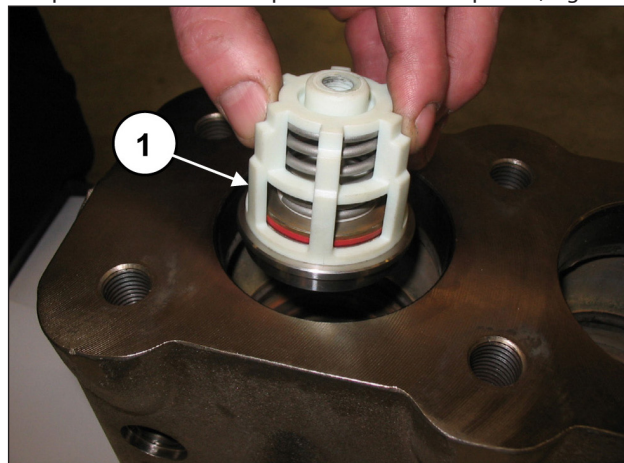
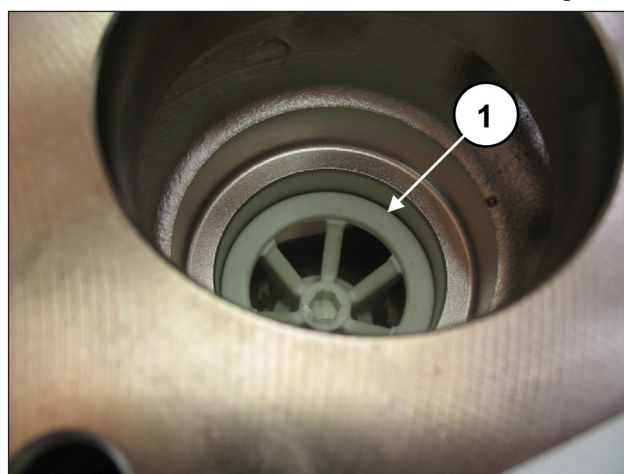

Fig. 119
Fig. 120
Inserire il gruppo valvola di aspirazione (pos. ①, Fig. 119) e successivamente il distanziale (pos. ①, Fig. 120). Il gruppo valvola completo deve essere inserito completamente a fondo e presentarsi come in pos. ①, Fig. 120.